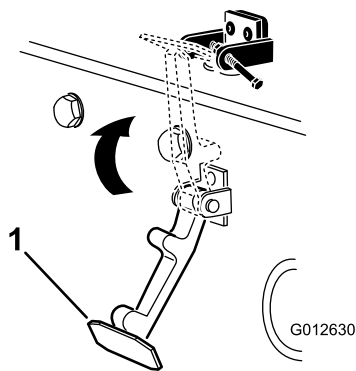

Bild 9
6. Haken Sie den Riegel in die Halterung des Motorhaubenriegels ein (Bild 9).